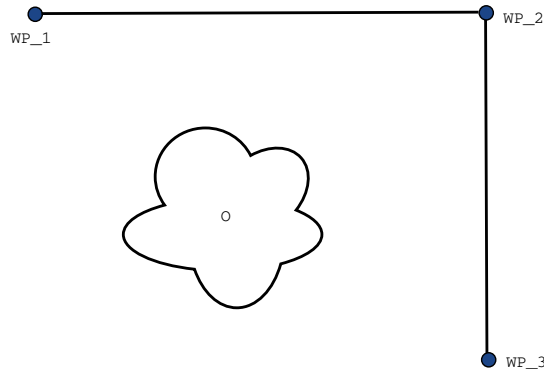

Abbildung 14.2: WP\_1: Ausgangsstellung, WP\_2: Zwischenziel, WP\_3: Aufnahmeposition, O: Hindernis.
**Beispiel** Betrachten wir beispielsweise eine Pick-and-Place-Anwendung (siehe Abbildung 14.2), bei der sich der Roboter aktuell am Wegpunkt 1 (WP\_1) befindet und ein Objekt am Wegpunkt 3 abholen (WP\_3) soll. Um Kollisionen mit dem Objekt und anderen Hindernissen (O) zu vermeiden, muss sich der Roboter WP\_3 aus der Richtung von Wegpunkt 2 kommend (WP\_2) nähern. Es werden also drei Wegpunkte für die Bahn einbezogen, um die Anforderungen zu erfüllen.